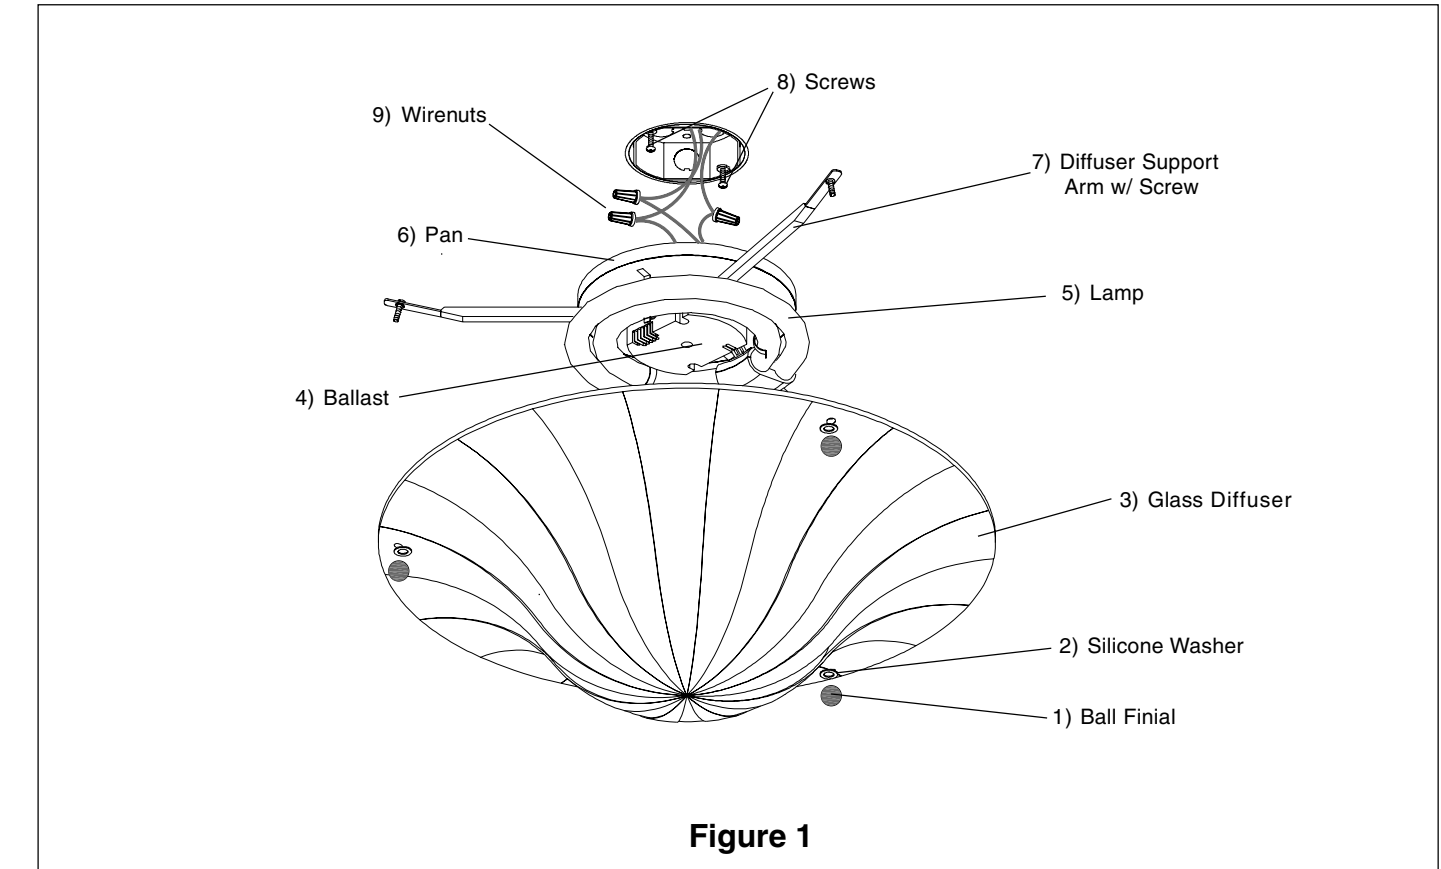
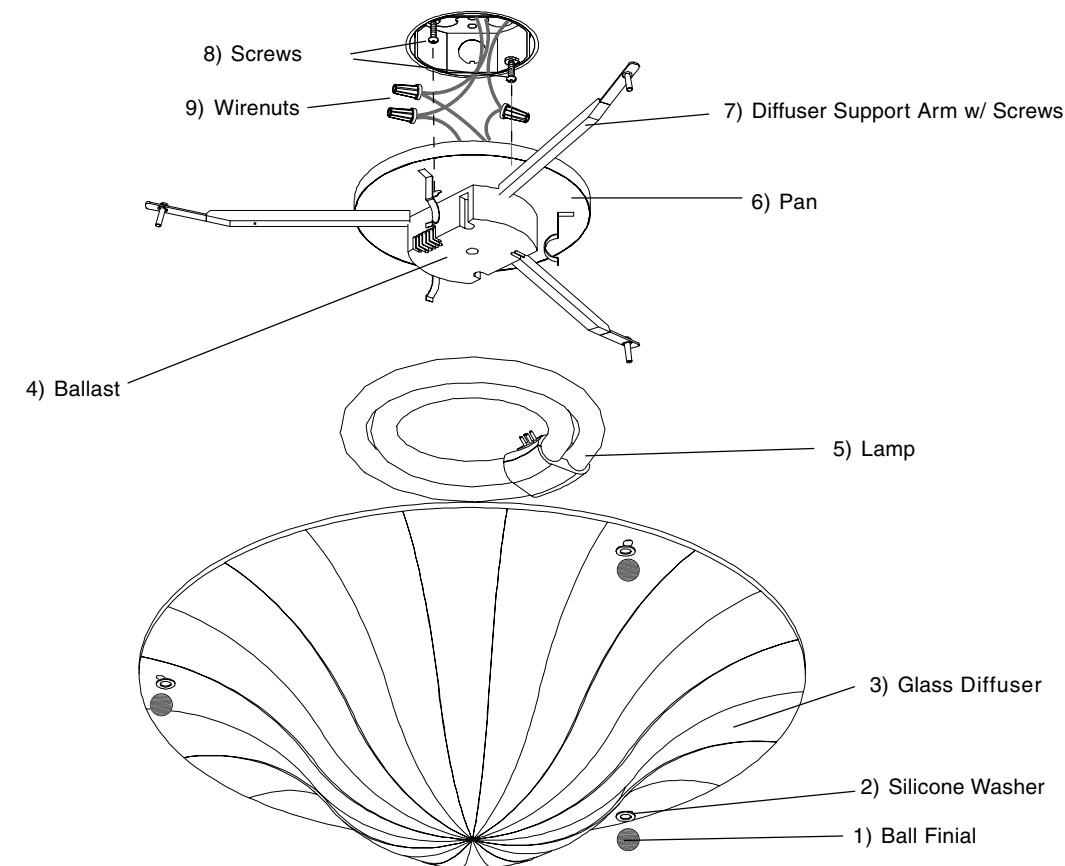

Figure 1
Figure 2
1. Retirer les composants de l'appareil et tout sac de pièces fourni. S'assurer que toutes les pièces sont comprises. **Voir la fig. 1 et la fig. 2.**
2. Visser les (2) vis de 1,5 po (8) d'environ ¼ po dans les trous de la boîte de jonction. **Voir la fig. 2.**
3. Après avoir coupé le courant, soutenir fermement le plateau (6) d'installation et connecter le fil de terre vert de l'appareil au fil de terre en cuivre nu de la boîte de jonction à l'aide d'un capuchon de connexion. *(Si le câblage d'alimentation ne comprend pas un fil de mise à la terre, consulter votre code d'électricité local et vérifier les méthodes conformes de mise à la terre).* **Voir la fig. 2.**
4. Employer des capuchons de connexion (9) pour raccorder le fil noir de l'appareil au fil noir d'alimentation et le fil blanc au fil blanc d'alimentation. **Voir la fig. 2.**
5. Placer les encoches en trou de serrure du plateau (6) au-dessus de la tête des vis (8) installées précédemment à la boîte de jonction. Pivoter légèrement le plateau et serrer les vis pour le fixer au plafond.
6. Poser la lampe 55 W 2C (fournie) après avoir fixé le connecteur d'alimentation à la lampe. Placer la lampe sur deux des trois agrafes, puis la pousser délicatement sur la troisième agrafe tout en la tirant légèrement vers l'arrière. **Voir la fig. 2.**
7. Pour installer le diffuseur en verre (3) , le tenir fermement d'une main et aligner les trous du diffuseur sur les vis situées aux extrémités du support (7). Fixer à l'aide d'une rondelle en silicone (2) et d'un faiteau (1) à chaque extrémité. **Note :** De l'aide peut être requise pour soutenir l'appareil pendant l'installation.
1. Remove fixture components and parts pack(s). Check that all parts are included. See Fig. 1 & Fig. 2.
2. Install (2) 1.5" Screws (8) about 1/4" into holes in junction box. See Fig. 2.
3. With the power turned off, hold the fixture Pan (6) firmly and connect the green ground wire from the fixture to the bare copper ground wire from the junction box using a Wirenut. (If house wiring does not include a ground wire, consult your local electrical code for approved grounding methods). See Fig. 2.
4. Use Wirenuts (9) to connect black fixture wire to the black power supply wire and white fixture wire to the white power supply wire. See Fig. 2.
5. Align keyholes in fixture Pan (6) over the heads of the Screws (8) in junction box. Rotate Pan clockwise and tighten screws to secure Pan against ceiling.
6. Install 55W 2C Lamp (provided) by first attaching the power connector to the Lamp. Then position Lamp over two of the three lamp clips and gently push lamp over the third clip while pulling the clip back slightly. See Fig. 2.
7. Install Glass Diffuser (3) by holding it securely in one hand and lining up holes in Diffuser with Screws on ends of Support Arm (7). Secure with a Silicone Washer (2) and a Ball Finial (1) on each end. Note: Assistance may be required to support fixture during installation.
1. Remueva los componentes del luminario y paquete(s) de pieza(s). Asegure que todas las piezas estén incluidas. Vea Fig. 1 y Fig. 2.
2. Instale (2) Tornillos de 1.5" (8) como 1/4" dentro de los agujeros en la caja de ensambladura. Vea Fig. 2.
3. Con la electricidad apagada, sostenga la Cacerola del luminaria (6) firmemente y conecte el alambre verde de hacer tierra del luminario al alambre descubierto de hacer tierra de cobre de la caja de ensambladura usando un Capuchón de Alambre. (Si el alambrado de la casa no incluye un alambre de hacer tierra, consulte su código eléctrico local para métodos aprobados para hacer tierra). Vea Fig. 2.
4. Utilice Capuchones de Alambre (9) para conectar el alambre negro del luminario al alambre negro del suministro de la electricidad y el alambre blanco del luminario al alambre blanco del suministro de la electricidad. Vea Fig. 2.
5. Alinee los agujeros(keyholes) en la Cacerola del luminario (6) sobre las cabezas de los Tornillos (8) en la caja de ensambladura. Gire la Cacerola hacia su derecha y apriete los tornillos para asegurar la Cacerola contra el techo.
6. Instale la Lámpara 55W 2C (proporcionada) primero conectando el conector de alimentación de electricidad a la Lámpara. Entonces coloque la Lámpara sobre dos de los tres clips de lámpara y empuje suavemente la lámpara sobre el tercer clip mientras este halando el clip hacia atrás levemente. Vea Fig. 2.
7. Instale el Difusor de Cristal (3) aguantándolo seguramente con una mano y alineando los agujeros en el Difusor con los Tornillos en el extremo del Brazo de Soporte (7). Asegure con una Arandela de Silicón (2) y un Finial esférico (1) en cada extremo. Nota: Puede que necesite asistencia para sostener el luminario durante la instalación.